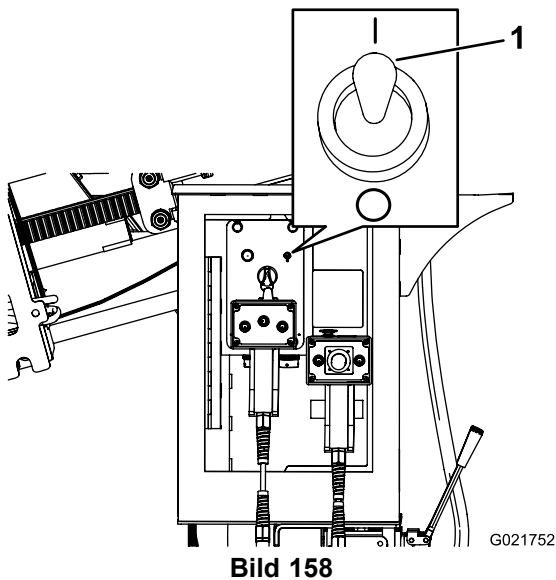

Bild 158
6. Stellen Sie den Schalter für den Sprühschlauch auf die Ein-Stellung (Bild 158).